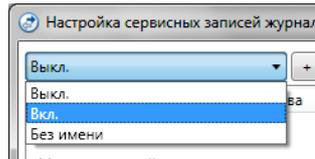

Рис. 44 Окно настройки сервисных записей журнала
- ✓ В меню (рис. 44) выбрать *Вкл.*